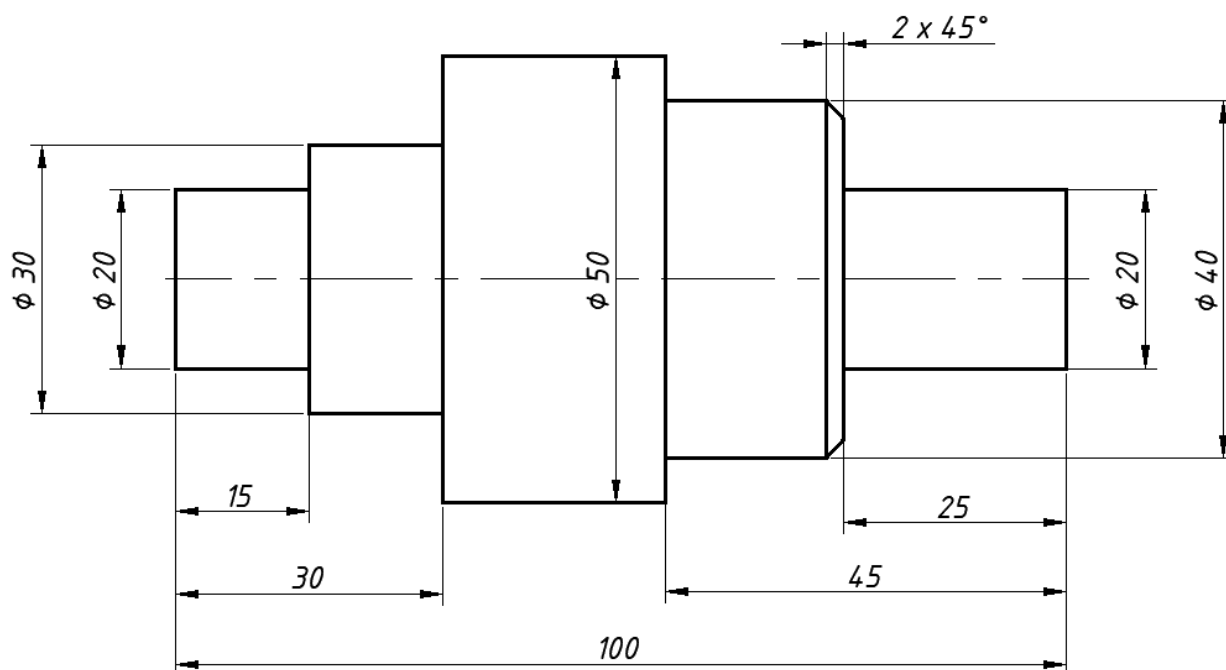
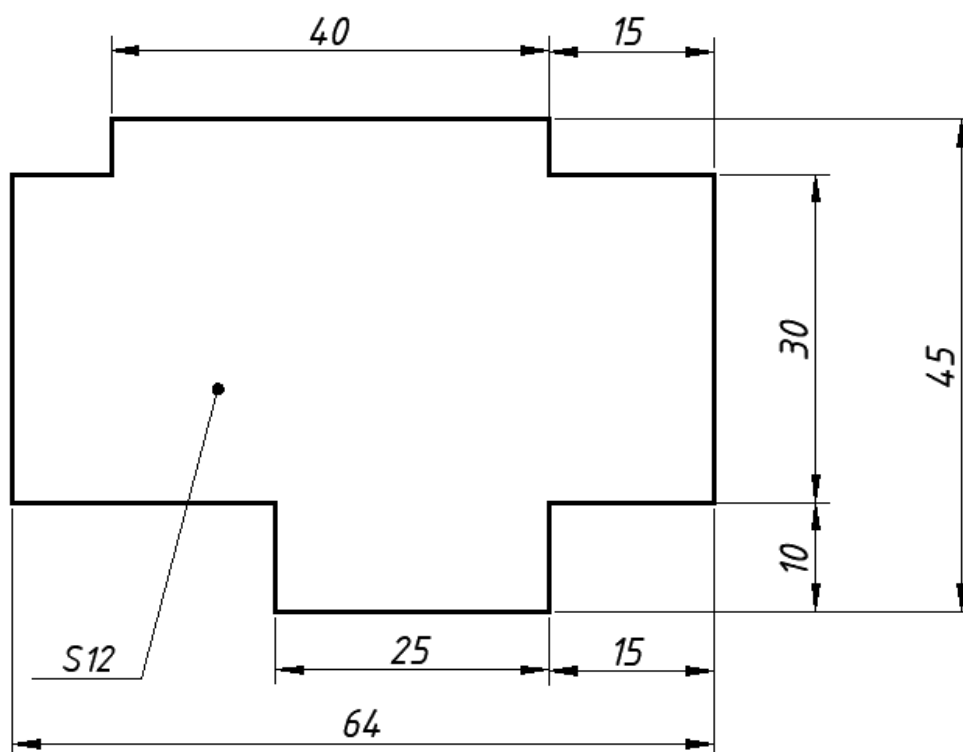

Рис. 16.
Рис. 17.
**Завдання:** налаштувати робоче середовище. Згідно з варіантом завдання побудувати деталь обертання (рис. 16) та пластини (рис. 17). Проставити необхідні розміри.